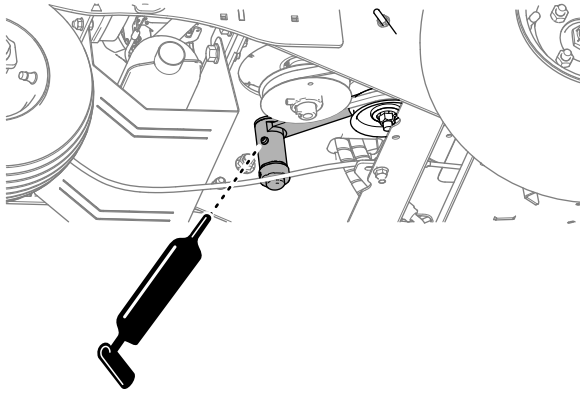

Figura 67
2. En la parte inferior de la máquina, limpie con un trapo los engrasadores del pivote tensor de la correa (Figura 67).
3. Conecte una pistola de engrasar a los engrasadores (Figura 67).